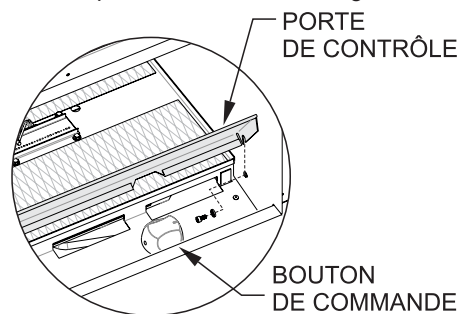

Figure 17
8. Pour raccorder la conduite de gaz et installer la connexion électrique, le brûleur doit être incliné vers le haut du foyer. Pour soulever l'ensemble du brûleur, retirer la porte de contrôle en ouvrant la porte et en la soulevant vers le haut pour désengager les fentes sur la porte sur la porte dans les axes d'articulation. Retirer les deux boulons d'articulation et les rondelles de la porte de contrôle. Voir figure 17.